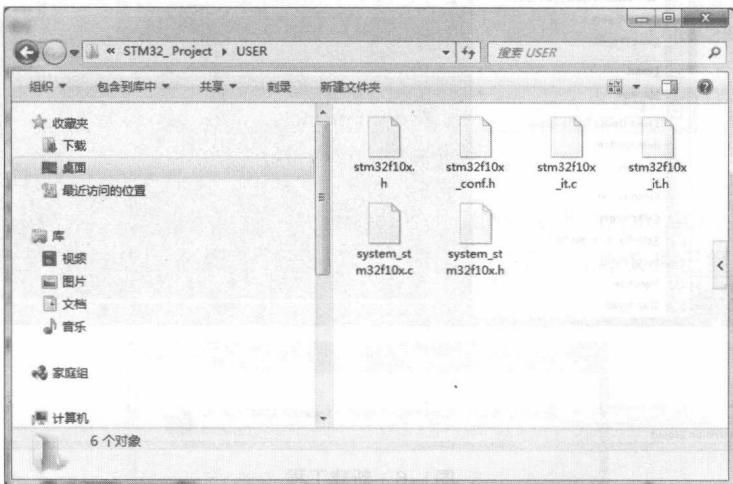

图1-4 USER子目录
(5) 先把官方固件库 “Libraries\CMSIS\CMS3\DeviceSupport\ST\STM32F10x” 下面的 stm32f10x.h、system\_stm32f10x.c、system\_stm32f10x.h 文件复制到子目录 USER 下面，然后把官方固件库 “Project\STM32F10x\_StdPeriph\_Template” 下面的 stm32f10x\_conf.h、stm32f10x\_it.c、stm32f10x\_it.h 文件复制到子目录 USER 下面，如图 1-4 所示。